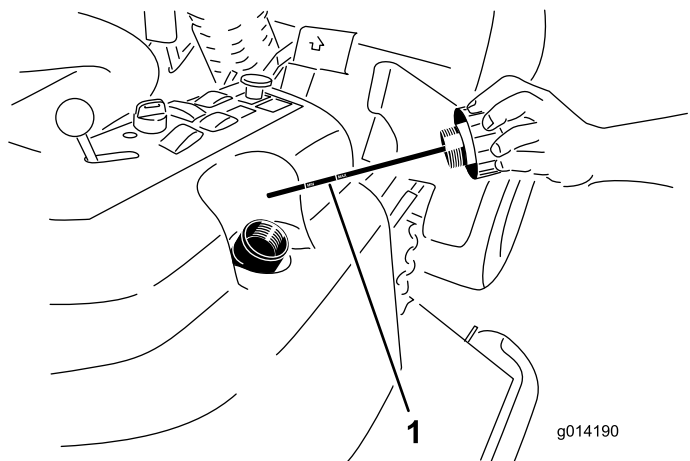

図 89
4. 油圧オイル給油口からキャップ 図 89 を取る。
5. ディップスティックを抜きウェスで一度きれいに拭く(図 89)。
6. もう一度首まで完全にねじ込んでから抜き、オイルの量を点検する 図 89。